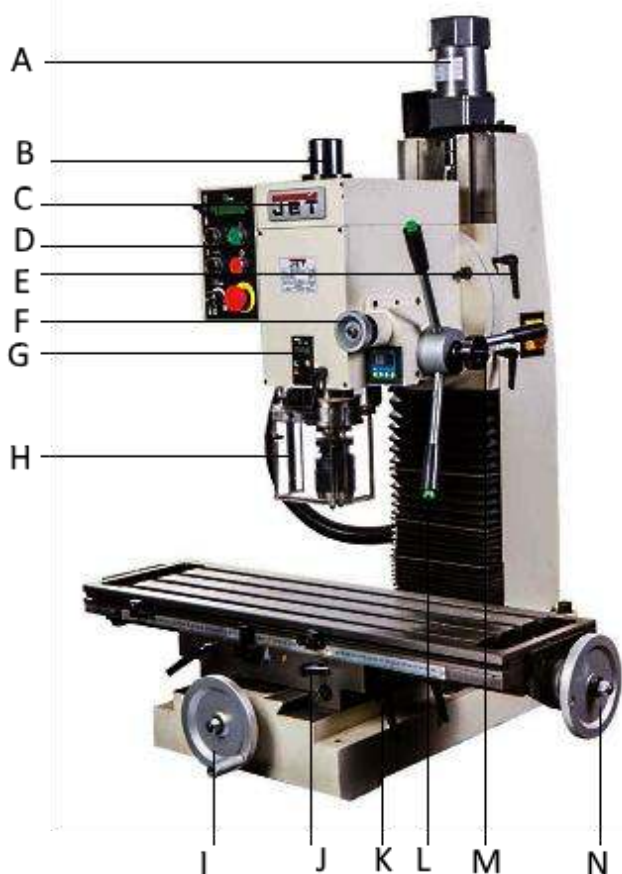
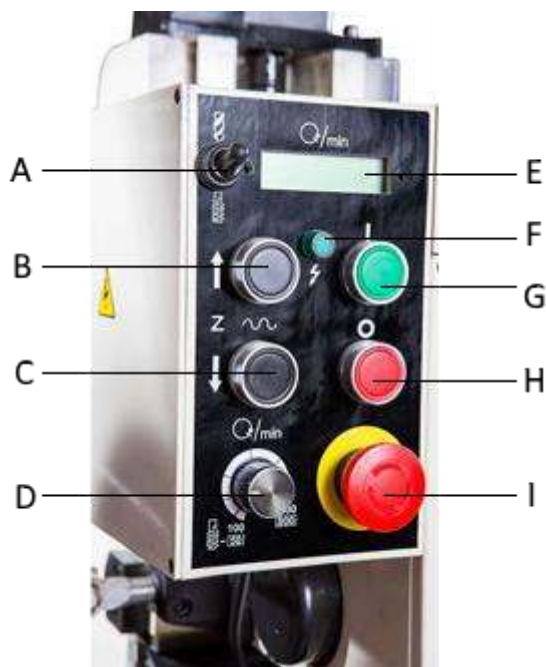

Рис.1
Рис.2
1. Вставьте штепсельную вилку в розетку, загорится индикатор сети (F, рис.2) Сбросьте аварийный переключатель (I, рис.2) путем поворачивания красной круглой головки по часовой стрелке.
2. Кнопками (В и С, рис.2) установите фрезерную головку на нужную высоту. Для установки точного положения необходимо пользоваться винтом микроподачи (F, рис.1). Винт микроподачи активен при затянутой ручке (M, рис.1). Положение выката пиноли отображается на устройстве цифровой индикации (G, рис.1).
3. Включите вращение шпинделя (G, рис.2). Скорость вращения шпинделя можно отрегулировать вращением ручки (D, рис.2). Скорость вращения шпинделя отображается на дисплее цифрового индикатора (E, рис.2)
4. Переключателем (A, рис.2) можно выбрать режим сверления или режим нарезания резьбы. В режиме нарезания резьбы можно менять направление вращения шпинделя нажатием на кнопки (L, рис.1), расположенные на ручках подачи пиноли. В режиме сверления кнопки неактивны.